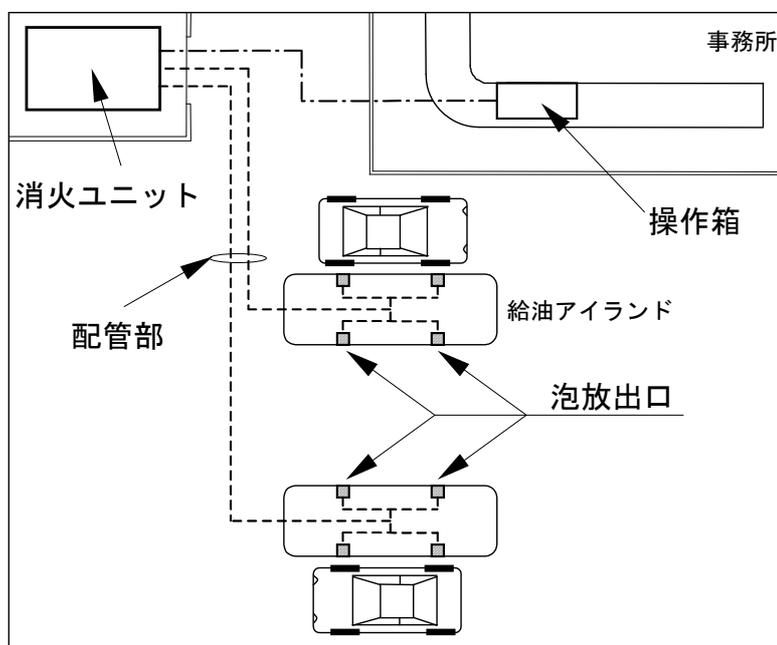

図 1 本装置の設置例（4区画の場合）
- (1) 消火設備の構成は、「消火ユニット」、「泡放出口」、「操作箱」及び、消火ユニットと泡放出口を結ぶ「配管部」から構成されています。
- (2) 本装置は、2区画同時放出方式を採用しています。従って消火の際は、アイランドの両側に泡消火薬剤を放出します。
- (3) 埋設による配管にはGSガード専用の樹脂配管システム「GSガードユカロンエクセルパイプ」を使用することが出来ます。
- (4) 図 1 に本装置の設置例（放射区画が4区画の場合）を示します。